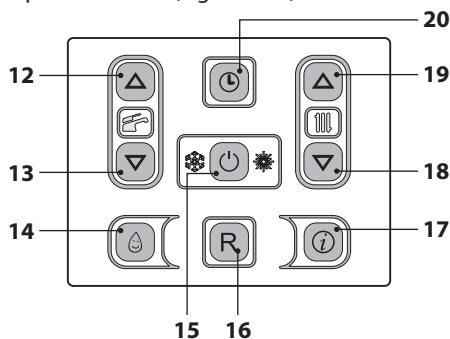
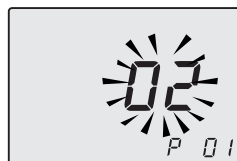
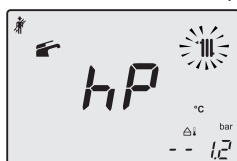
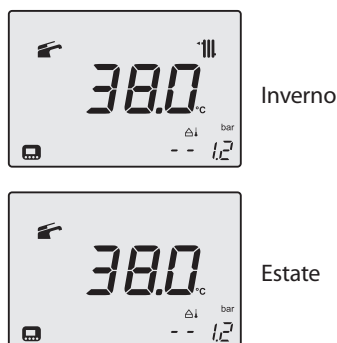

Figura 9.20
Figura 9.21
Figura 9.23
Figura 9.26
- Entrare in "modalità programmazione" premendo contemporaneamente per 10 secondi i tasti 15 - 18 - 19 (Figura 9.20) fino a far apparire sul display LCD le lettere **P01** e il valore del parametro, indicanti l'entrata nel "parametro 01" (Figura 9.21).
- Premere contemporaneamente i tasti 18 e 19 (Figura 9.20) fino a far apparire sul display LCD le lettere **LP** che si alternano con il valore di temperatura dell'acqua di riscaldamento (es.45), indicanti l'entrata nell'attivazione della "funzione spazzacamino" alla potenza minima (Figura 9.22).
- Premendo il tasto 19 (Figura 9.20) è possibile variare la potenza in modalità spazzacamino: con visualizzazione sul display LCD delle lettere **hP** che si alternano con il valore di temperatura dell'acqua di riscaldamento (es. **32**), siamo in "funzione spazzacamino" alla potenza minima in riscaldamento (Figura 9.23).
- Ripremendo contemporaneamente per 10 secondi i tasti 15 - 18 - 19 (Figura 9.20) si esce dalla "modalità spazzacamino" e si ritorna allo stato di caldaia precedentemente impostato (Figura 9.26).